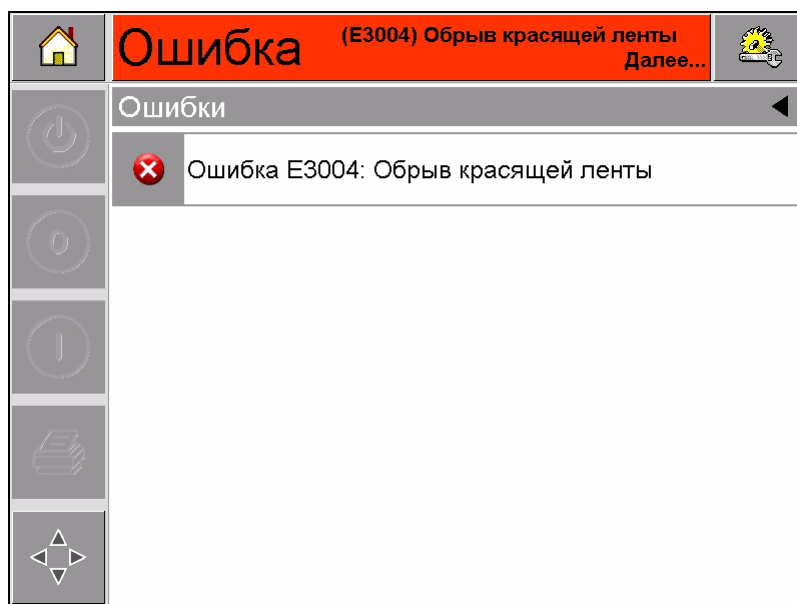

Рис. 5-2: Выбор неисправности
- 1 Подобная процедура используется для удаления предупреждающих сообщений. Для просмотра перечня неисправностей, нажмите сообщение красного цвета "НЕИСПРАВНОСТЬ" (Рис. 5-2).